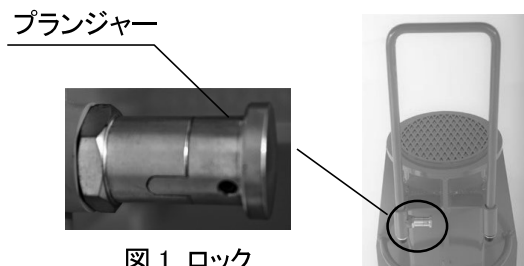

図1 ロック
- ① ハンドルを持って最高位まで上げてください。
- ② 図1のようにプランジャーがロックされ
- ① ハンドルを最高位まで伸ばしてください。
- ② 図1のようにプランジャーがロックしているか確認してください。